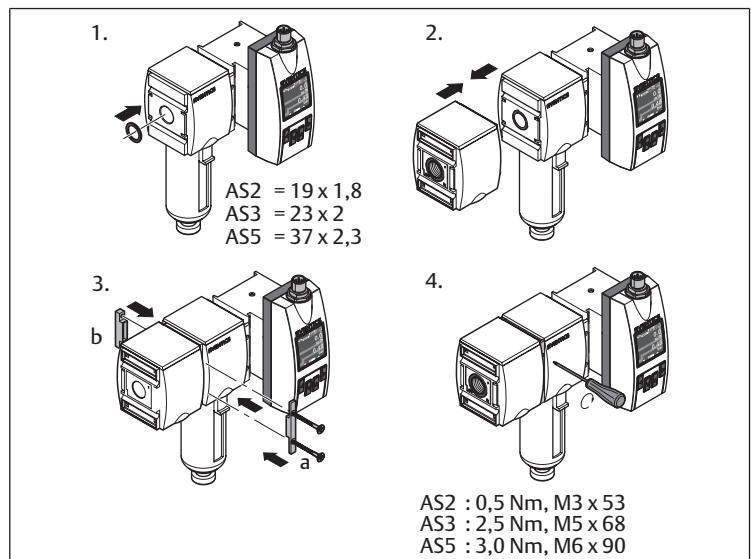

Fig. 5: Montage avec kit de montage en batterie | W04
- Montage avec kit de montage en batterie et unité de traitement de l'air : voir → Fig. 5.